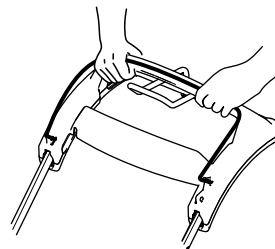

Bild 21
3. Drücken Sie den Schaltbügel gegen den Holm (Bild 21).